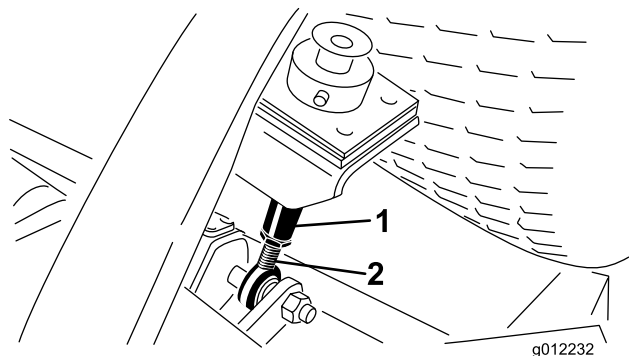

Figura 19
6. Allentate i controdadi sulla parte inferiore delle aste dell'altezza di taglio (Figura 19).